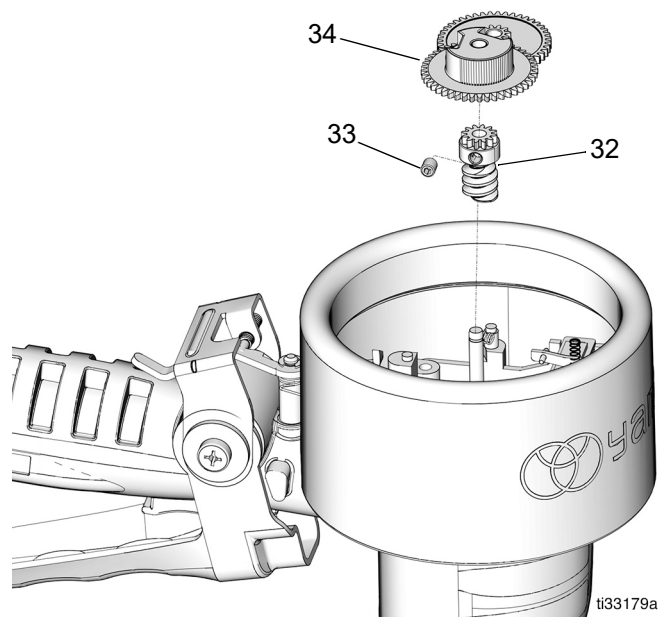

図 14
2. ギア (32、34) を取り付けます。2 mm の六角レンチを使用して、ギアセットネジ (33) を締めます。(図 14)。